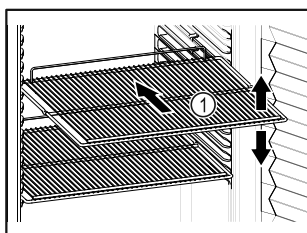

Fig. 88 Eksempelfremstilling
- ❑ Hvis oppbevaringshyllene Fig. 88 (1) kan flyttes, juster etter høyden.